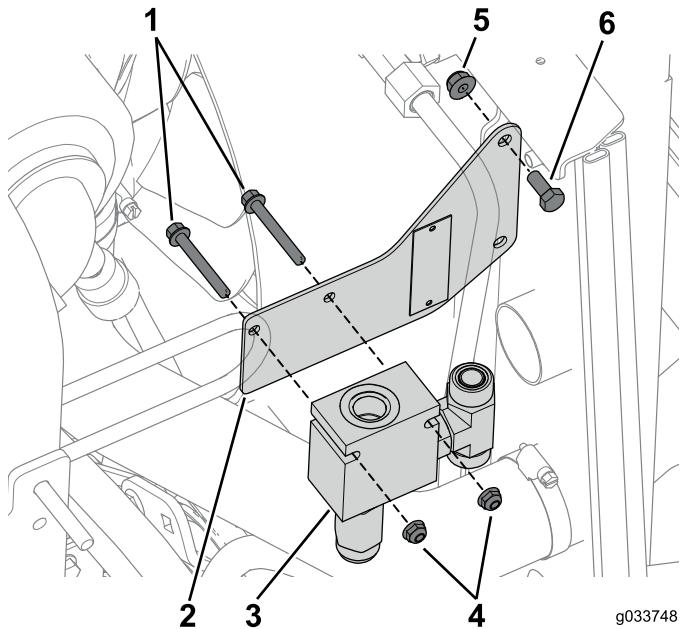

Figura 10
6. Prenda o conjunto do coletor esquerdo ao suporte utilizando dois parafusos ($\frac{1}{4} \times 2$ pol.) e duas porcas (Figura 10).